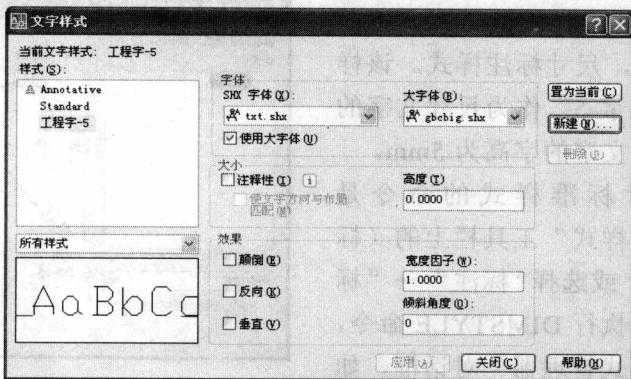
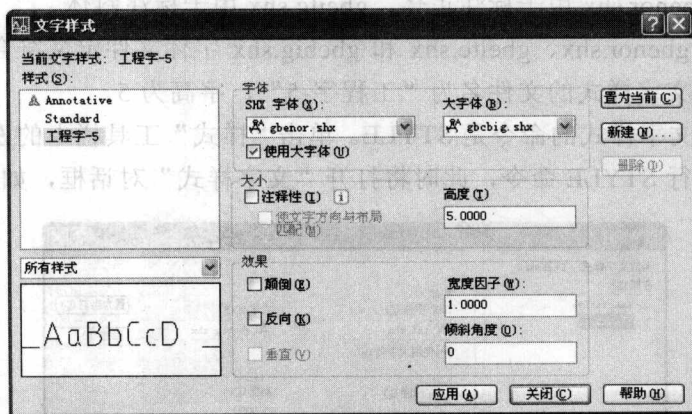

图 1-14 “文字样式”对话框
图 1-15 选择符合国家标准要求的字体文件
(3) 单击对话框中的“确定”按钮，返回到“文字样式”对话框，如图 1-14 所示。
(4) 在如图 1-14 所示的对话框中,从“字体”选项组中的“SHX 字体”下拉列表框中选择 gbenor.shx (用于标注直体字母和数字。如果标注斜体字母与数字,则应选择 gbeirc.shx)选项;在“大字体”下拉列表(大字体是亚洲国家使用的文字)中选择 gbcbig.shx 选项;再在“高度”文本框中输入“5”,如图 1-15 所示。